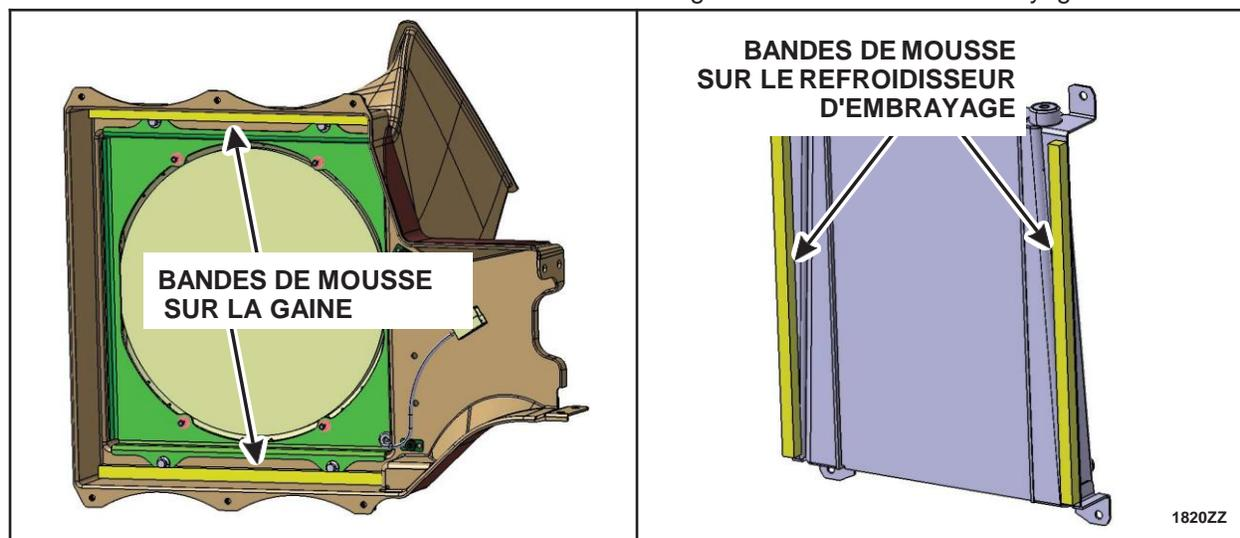

FIGURE 12
14. Fixer des bandes de mousse sur la gaine et le refroidisseur d'embrayage. (Figure 12)